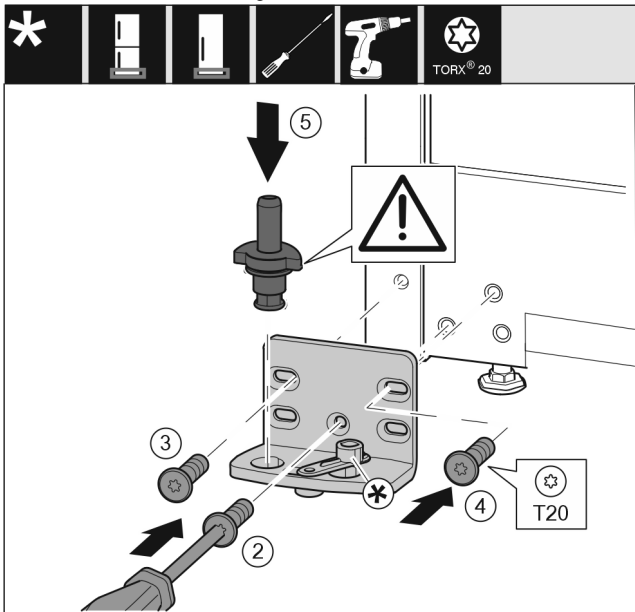

Fig. 14
- ▶ Lagerbus op de andere kant aanbrengen en met behulp van een schroevendraaier T20 vastschroeven. Met schroef 2 onder in het midden beginnen. Fig. 14 (2)
- ▶ Schroef 3 en 4 vastschroeven. Fig. 14 (3,4)
- ▶ Lagerbout volledig aanbrengen. Let op dat de vergrendelknok naar achter wijst. Fig. 14 (5)